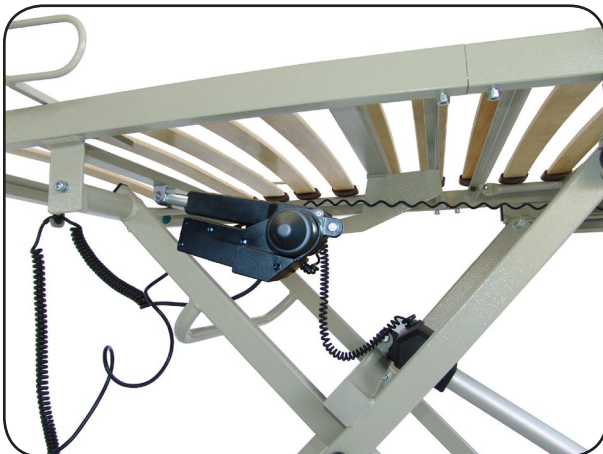

Abbildung 15
10. Schieben Sie die Steuerung auf den Rückenteilantrieb an der Kopfauflage und sichern Sie es mit der Fixierschraube gegen seitliches Verrutschen (Abbildung 15 / 16).